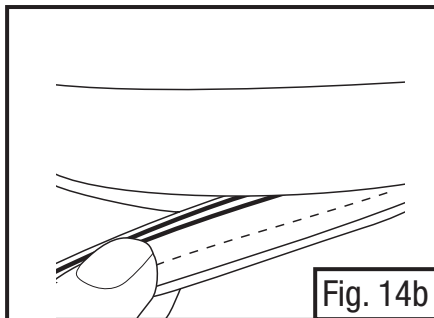

Fig. 14b
- Agarre a vedação preta da aba e devagar puxe direto para fora em pequenas áreas, trabalhando em torno da aba (Fig. 14b).